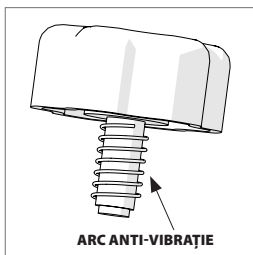

Fig. 2c
- Șurubul de blocare a plăcii culisante și arcul anti-vibrație (**Fig. 2c**)